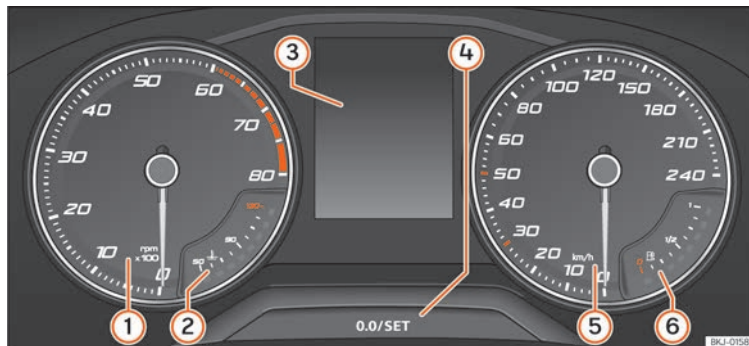

Abb. 116 Kombi-Instruments in der Instrumenten-tafel.
»» **Abb. 116:**
- Drücken Sie kurz die Taste  » **Abb. 116** , um den Tageskilometerzähler auf 0 zurück zu setzen.